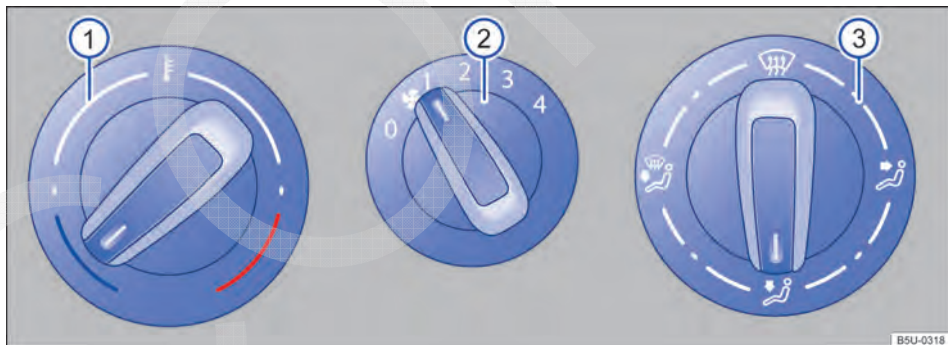
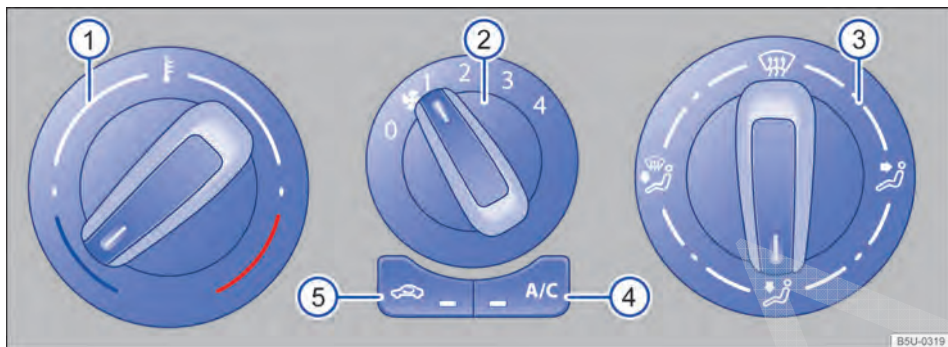

Fig. 96 Comandos do sistema de ventilação e aquecimento.
Fig. 97 Comandos do ar-condicionado.
Comandos	Informações complementares do sistema de ventilação e aquecimento → Fig. 96 e ar-condicionado → Fig. 97.
- Em veículos com sistema de aquecimento, girar o botão da temperatura → Fig. 96  totalmente para a direita, para a posição máxima de aquecimento.
- Girar o botão da distribuição de ar → Fig. 97  para a posição , nesta posição o modo de recirculação de ar é automaticamente desligado.